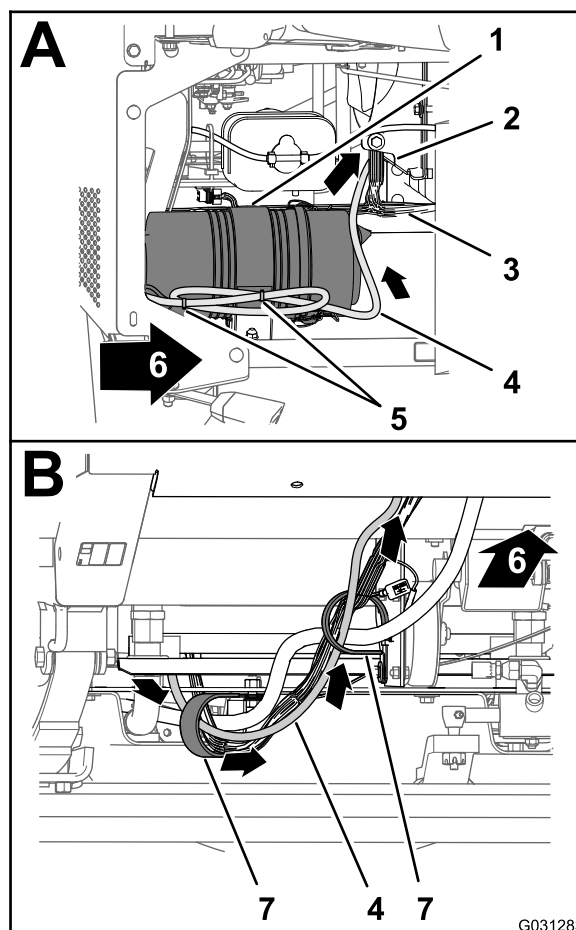

Figura 141
1. Sul lato destro del vano motore, disponete la diramazione di 220 cm del cablaggio dati davanti al filtro dell'aria per il motore e in basso, verso l'angolo inferiore destro del radiatore (Figura 141).
2. Disponete la diramazione da 220 cm del cablaggio dati davanti e attraverso i 2 serratubi a R nella parte inferiore della macchina (Figura 141).